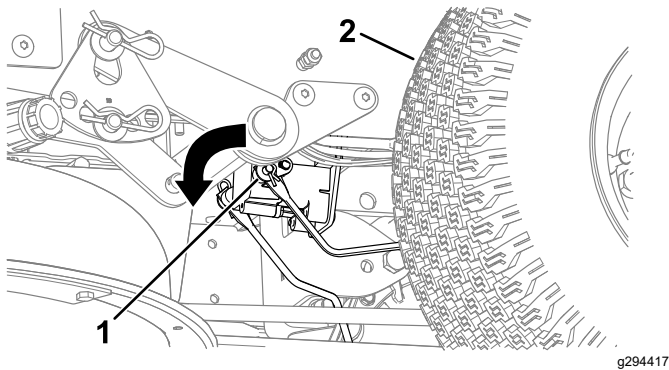

Figure 54
4. Localisez l'arbre sur le frein électrique au point de connexion des bras de liaison (Figure 54).
5. Tournez l'arbre en avant pour desserrer le frein, comme montré à la Figure 54.